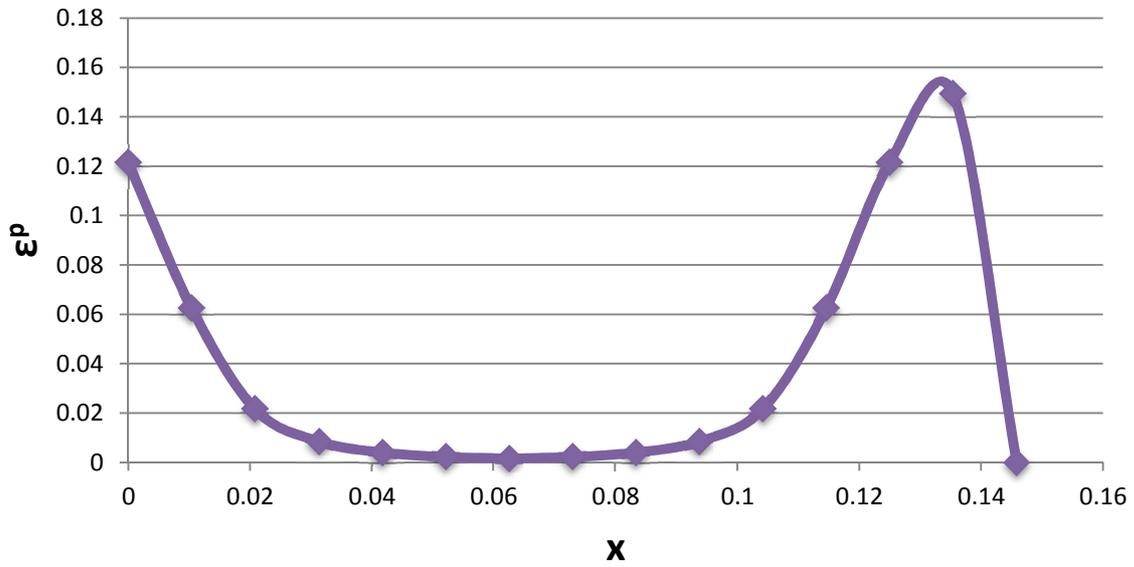

Рис. 5 График пластичных деформаций в зависимости от координаты $\varepsilon^p(x)$
- 2) Был построен график деформаций в зависимости от координаты $\varepsilon(x)$. (Рис. 5)